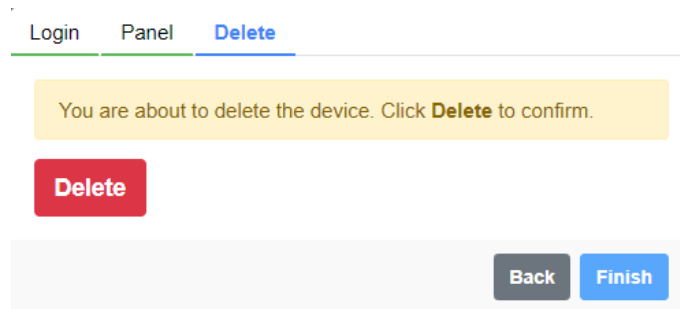

Figura 7.18: Tela de informação sobre a desvinculação ao MFM do WEGscan 1000
Passo 14 É solicitado a confirmação para desvincular o WEGscan 1000 ao MFM, conforme a Figura 7.18.